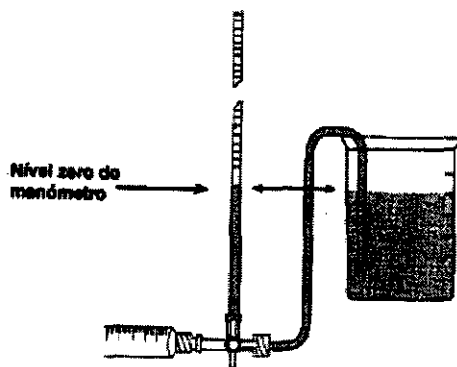

Figura A-5
- Ajuste la altura del manómetro de tal forma de que el nivel zero del manómetro y el nivel del líquido en el baño de agua queden en el mismo nivel (figura A-5)
- Aguarde hasta que la columna de agua descansa en el manómetro. La columna de agua deberá parar cuando llegue al nivel zero del manómetro (figura A-5)